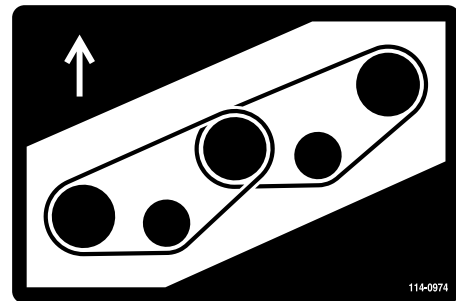
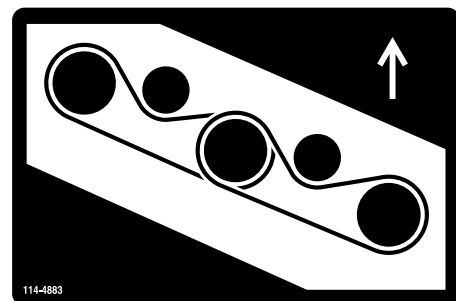

Figure 130
Figure 131
7. Installez la courroie neuve autour des poulies d'axe et de la poulie de tension (Figure 130 et Figure 131).